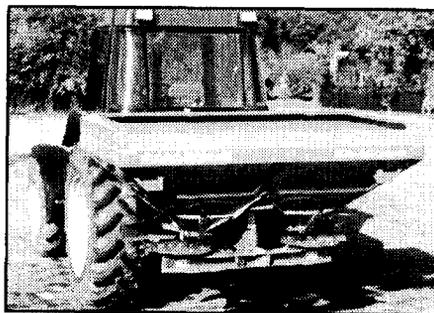

Рис. 10.11
10.8.1 Загрузочный комплект „N“ (рис. 10.11)